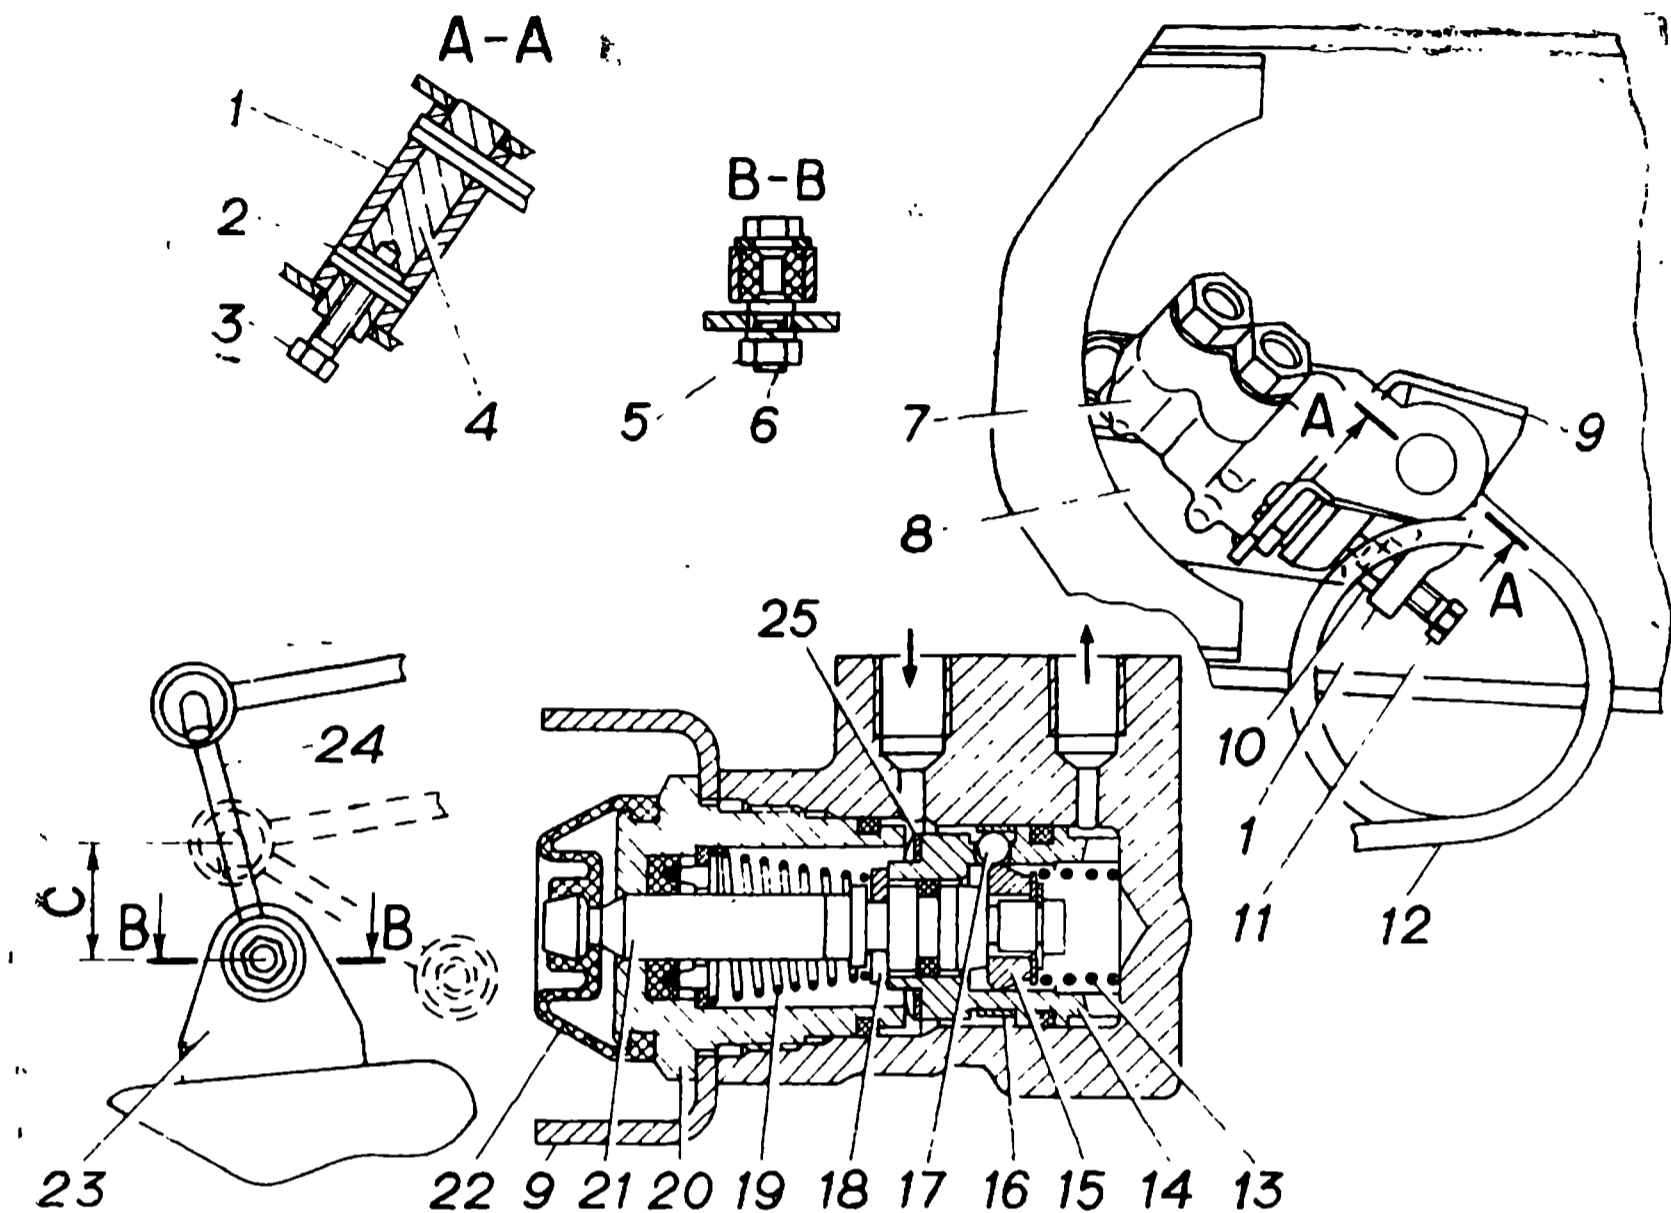

Рис. 68. Регулятор давления:
- 2 Отвернуть гайку 5 (рис. 68) оси 6 стойки регулятора и отсоединить нижний конец стойки 24 от кронштейна 23 моста.